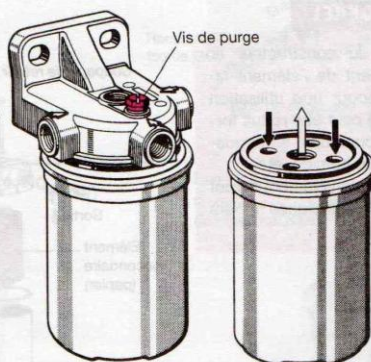

Figure 20.2. Filtre-box simple à bride en équerre et sa cartouche
- entre le côté refoulement de la pompe d'alimentation et la pompe d'injection (fig. 20.2) sur un circuit avec « pompe en ligne » (le filtre est « en pression ») ;
- des éléments dits « à cartouches vissées », à échange rapide (fig. 20.2) ; ces filtres sont appelés « filtres box », et nécessitent une sangle de dévissage adaptée ;